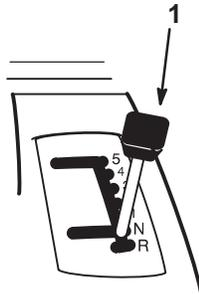

Bild 7
3. Stellen Sie den Schalthebel auf Neutral "N" (Bild 7).